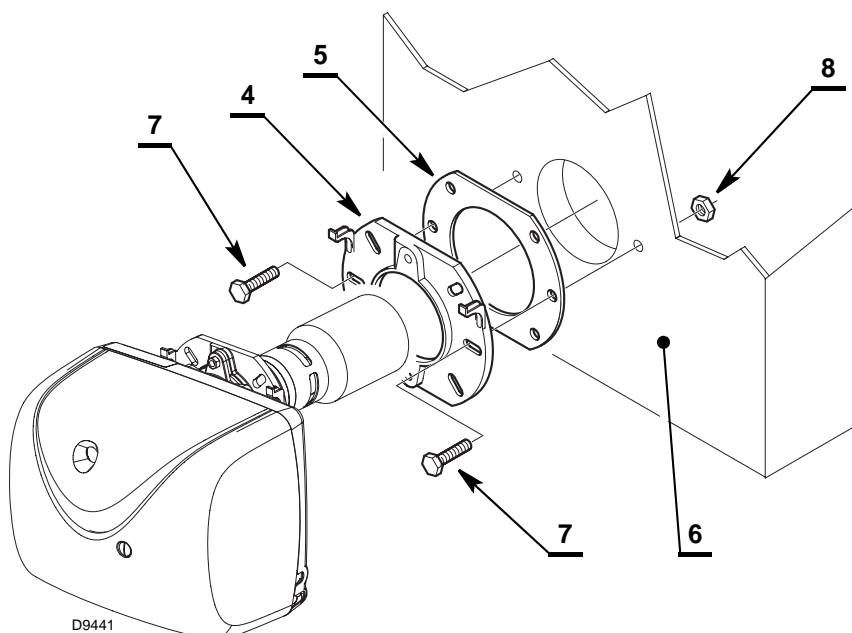

Fig. 7
- Fixer sur la plaque de la chaudière 6) (Fig. 7) la bride 4) par l'intermédiaire des vis 7) et (si nécessaire) des écrous 8) en interposant le joint isolant 5).